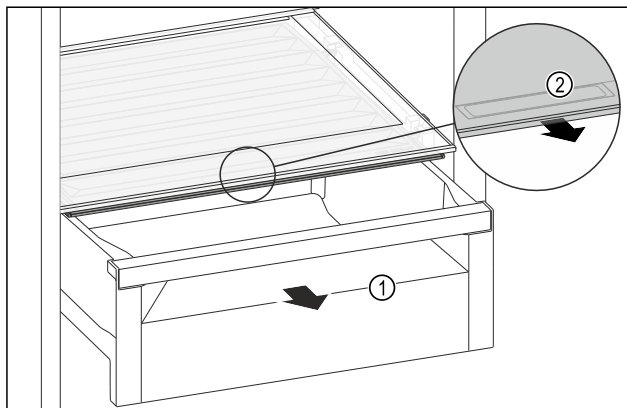

Fig. 151
- ▶ Zásuvku Fig. 151 (1) vytáhněte.
- ▶ Uchopte prohlubeň pro rukojeť Fig. 151 (2) na víku zásuvky a současně zatáhněte za víko zásuvky směrem dopředu.